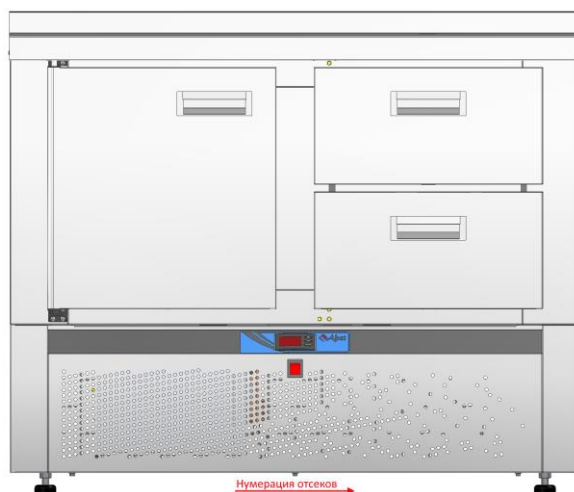

Рис. 2 CXC-70H-01
- стол холодильный среднетемпературный с нижним расположением агрегата CXC-70H-01 столешница нерж. 202 с бортом (дверь, ящик 1/2) (см. рис. 2);